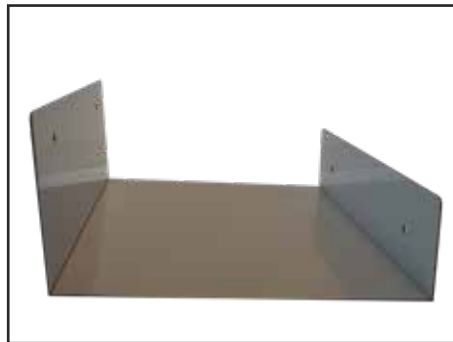

Abb. 07: Standfußteil C biegen
6. Standfußteil C auf der Nut-Seite um jeweils 90° biegen (Abb. 07).